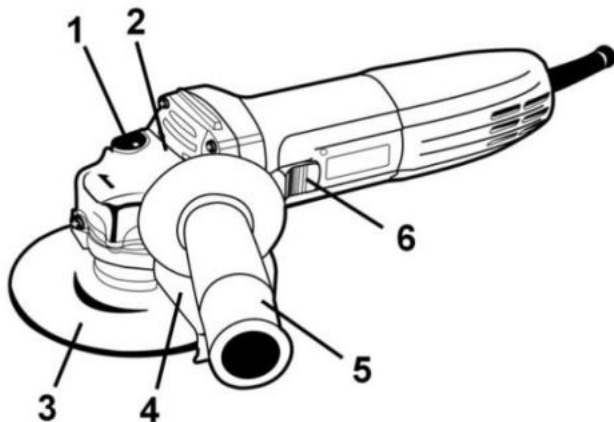

Рисунок 1
2.2.1 Конструкція виробу складається з одноступеневого редуктора з конічними шестернями в металевому корпусі (2), який приєднаний до пластикового несучого корпусу з колекторним двигуном змінного 1-фазного струму, перемикачем (6), мережевим шнуром живлення згідно з рис.1. Вихідний вал редуктора розташований перпендикулярно осі двигуна і є робочим шпинделем для приєднання змінних насадок (абразивних дисків) (3) з фіксацією затискною гайкою, або накрученими на шпindel. На металевому корпусі (2) хомутовим з'єднанням закріплений захисний кожух (4) з можливістю фіксованого позиціонування по колу. Для фіксації шпинделя під час зміни дисків (3) в корпусі редуктора (2) передбачений кнопковий фіксатор (1). Електрична частина виробу складається з колекторного однофазного електродвигуна змінного струму, вимикача електроструму, з'єднувальних проводів і мережевого шнура. Захист від ураження електричним струмом користувача у виробу відповідає класу II за ДСТУ EN 61140:2015.